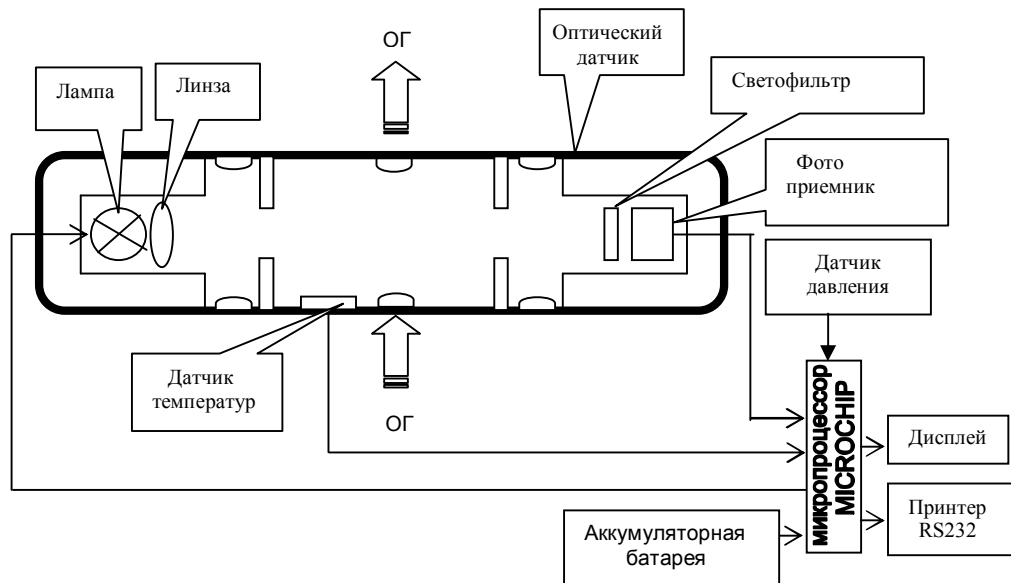

Рисунок 1- Функциональная схема прибора
1.1.4.2 Функциональная схема прибора, поясняющая принцип действия, приведена на рис.1.